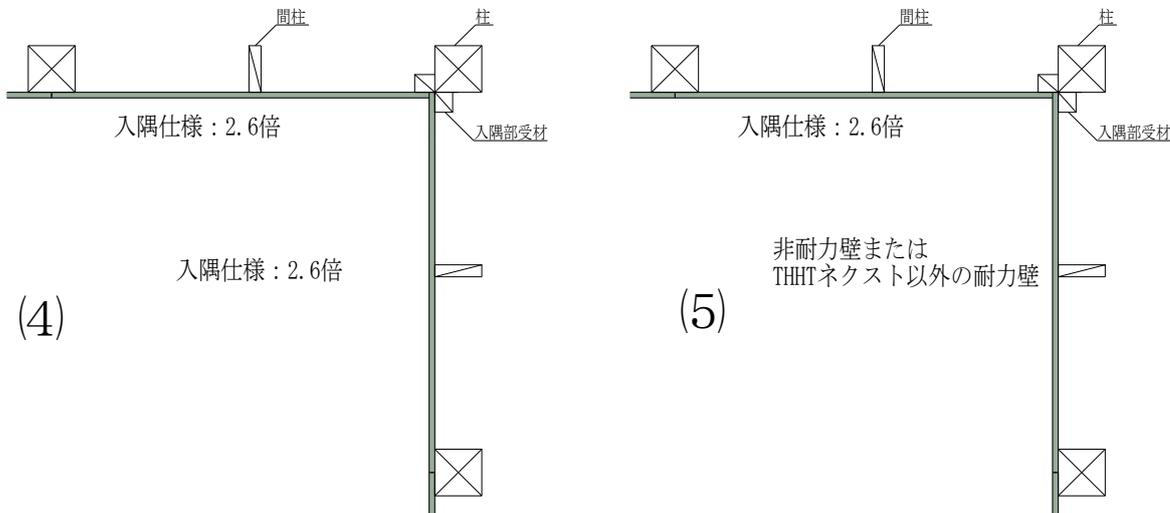

図 13 入隅部の納まり図②
- ・(4)直交する両壁ともに耐力壁 (2.6倍) とできます。また、(5)直交するどちらかの壁が雑壁であった場合でも、もう一方の壁は耐力壁 (2.6倍) とできます (図 13)。尚、入隅部面材の勝ち負けおよび 1P・2P は問いません。